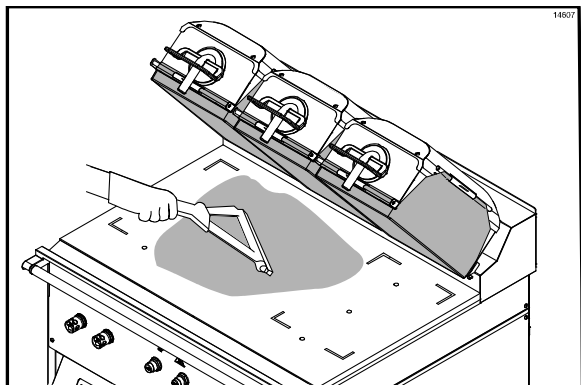

Figure 73
48. Avec un rouleau à essorer propre, répandre les flocons sur la zone de cuisson (Cf. Figure 73).